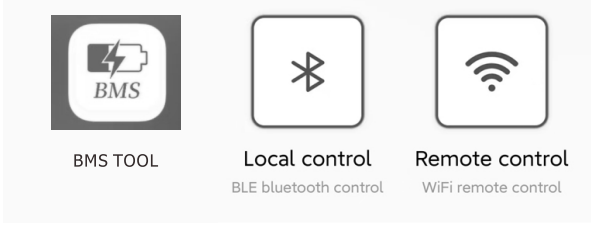

Fig. 1
1. Open the BMS TOOL (fig. 1).